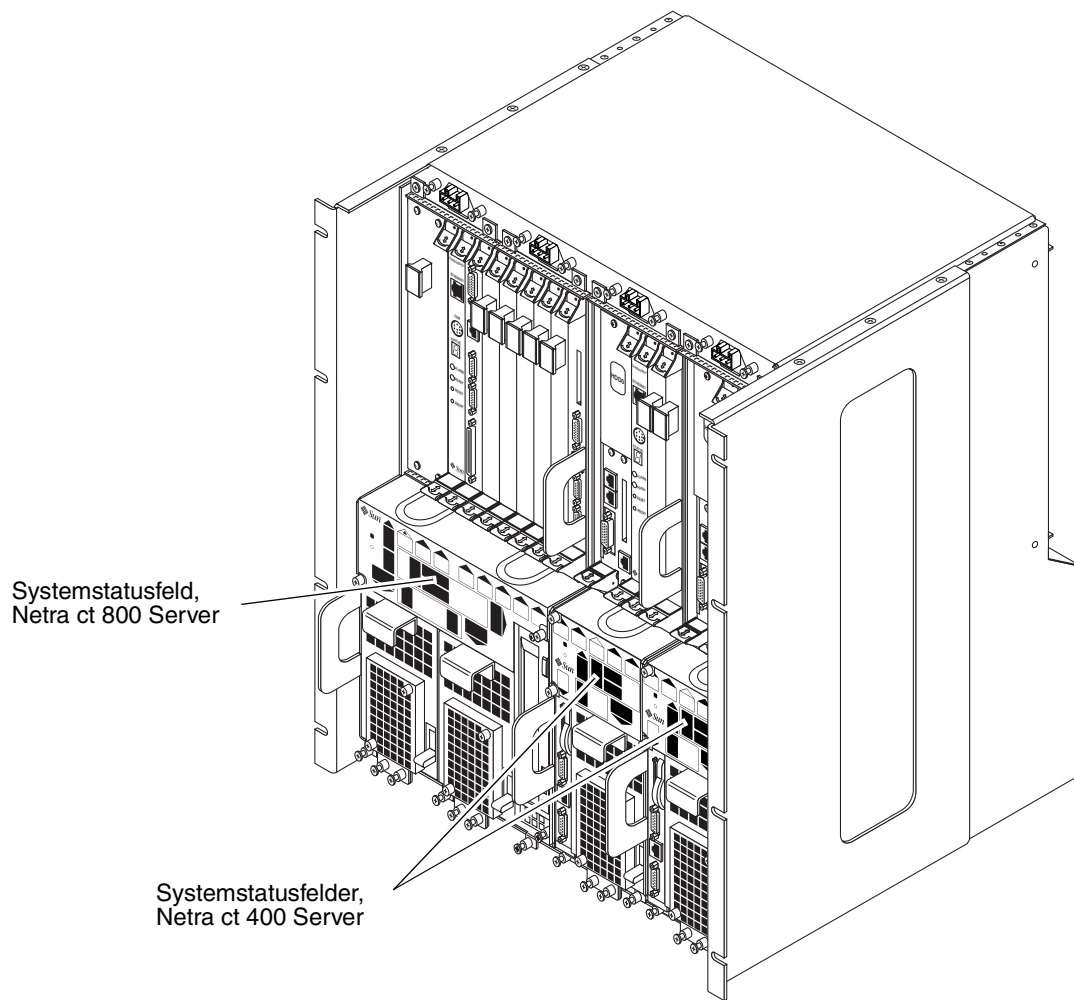

ABBILDUNG 6-3 Lage des Systemstatusfelds
Die Lage des Systemstatusfelds bei den Netra ct 800 Servern und den Netra ct 400 Servern wird in ABBILDUNG 6-3 gezeigt.
5. Suchen Sie auf der Vorderseite des Netra ct Servers das Systemstatusfeld (ABBILDUNG 6-3 auf Seite 135).